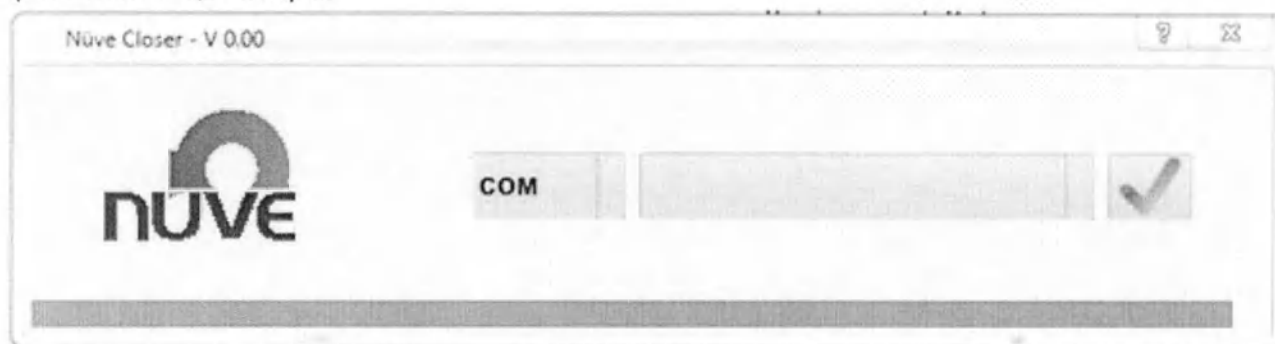
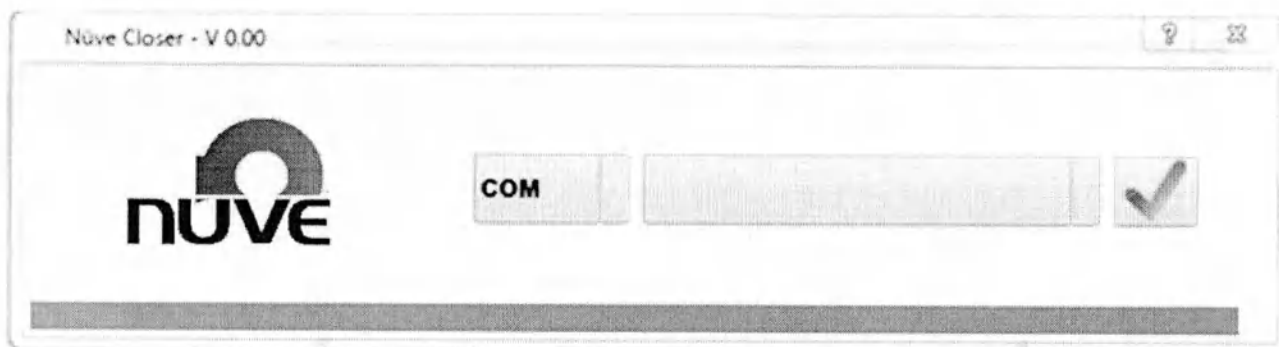

Рисунок 3
Рисунок 5
- Подключите конец кабеля RS 232 GSM модуля (см. Рис. 5) к порту RS 232 сухожарового шкафа (см. Рис.3).
Выберите вкладку «COM» в параметрах подключения для подключения к разъему USB-2 (рис. 3). USB-кабель, который следует использовать для соединения ПК и изделия, должен быть предоставлен пользователем. Длина USB-кабеля не должна превышать 1,5 метра.